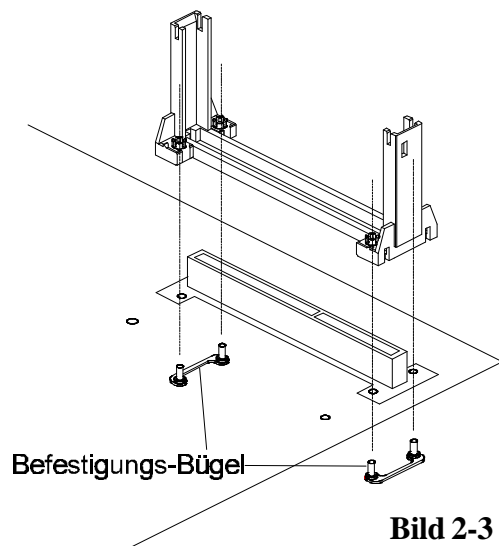
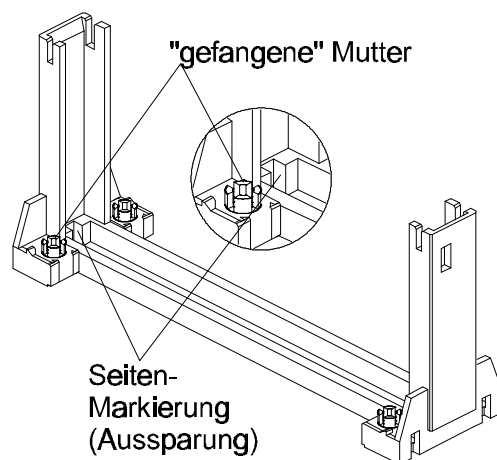

Bild 2-3
Bild 2-4
2. Setzen Sie die beiden Befestigungsbügel von unten gegen das Mainboard. Die Schraubgewinde werden hierbei durch die entsprechenden Befestigungslöcher des Mainboards gesteckt. Die Ausrichtung der Befestigungsbügel ist in Bild 2-3 dargestellt.
3. Setzen Sie den CPU-Ständer der Halterungsvorrichtung so auf das Mainboard, daß damit der Slot 1 eingerahmt wird (siehe Bild 2-3. Stellen Sie dabei sicher, daß die in Bild 2-4 gezeigte Markierung des Ständers zu Pin 1 des CPU-Sockel (Slot 1) zeigt.
4. Im Standfuß des CPU-Ständers befinden sich vier Muttern mit Kreuzschlitz, die zwar gedreht, aber nicht vom Ständer getrennt werden können (siehe auch Bild 2-4). Verschrauben Sie diese Muttern mit den Befestigungs-Bügeln und fixieren so den CPU-Ständer auf dem Mainboard.